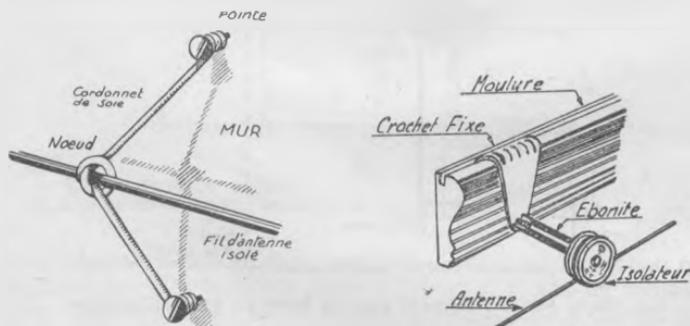

Fig. 14. — Fixation d'antenne d'intérieur par ponts de soie et crochets.
soie ou en caoutchouc (fig. 14). En passant, signalons que le fil ordinaire sera très avantageusement remplacé par du fil divisé (*litzendrath*), qu'on trouve actuellement partout (1).
(1) Voir également le chapitre *Du neuf avec du vieux*